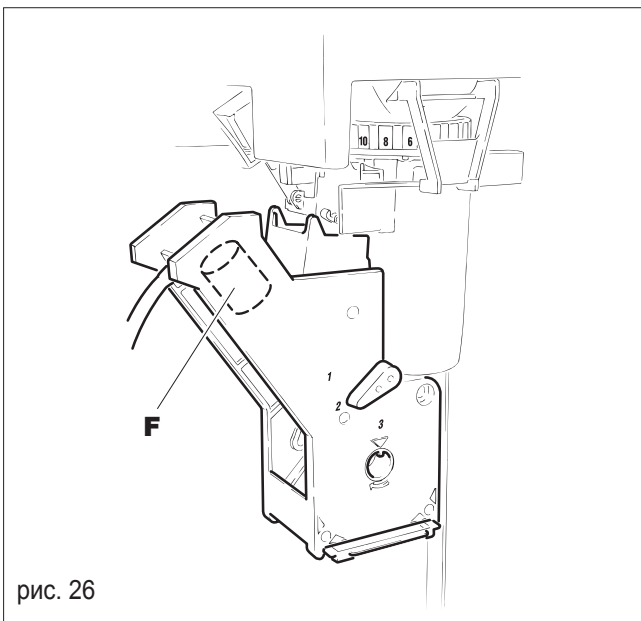

рис. 26
- Промойте ЦУ водой, в особенности верхний фильтр (F, рис. 26);